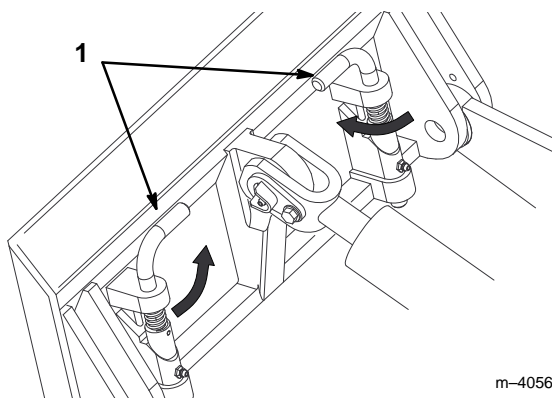

Figure 3
7. Engager les goupilles de blocage rapide (Fig. 3).